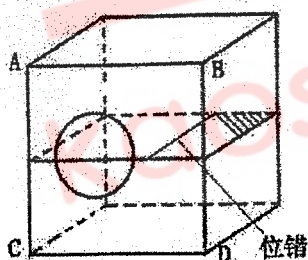

图 2—【四（2）题图】
2. 在图 2 中，阴影面为晶体的滑移面，该晶体的 ABCD 表面有一与滑移面相交的圆形标记，标记右侧有一根位错线，请问使该位错从右向左移动所需的切应力方向，并示意的画出位错移出晶体后 ABCD 表面上圆形标记的变化情况（提示：位错应分刃型和螺型两种情况讨论）。